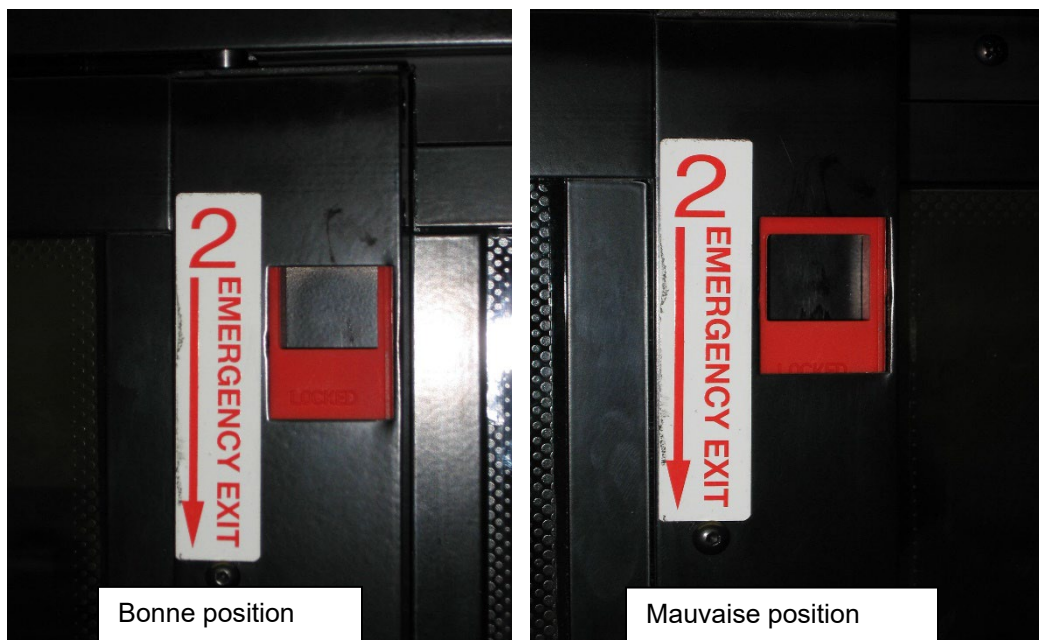

FIGURE 51 : POSITION CORRECTE DU LOQUET DE BLOCAGE
6. S'assurer que les deux loquets sont en position fermée (verrouillée). Le bord supérieur de l'ouverture du loquet et le bord supérieur de l'ouverture du châssis doivent être alignés (Figure 51).